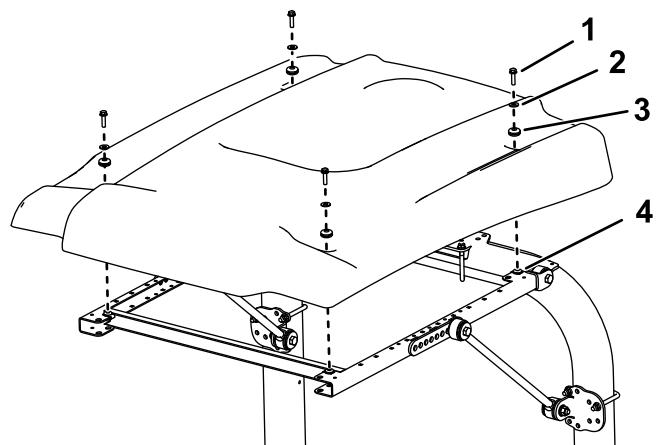

Bild 14
16. Positionieren Sie das Sonnendach beim Ausfluchten der Befestigungslöcher am Rahmen wie in Bild 14 abgebildet.
17. Befestigen Sie jede Ecke des Sonnendachs mit einer Bundkopfschraube ($5/16$ " x $1\frac{1}{4}$ "), einer kleinen Scheiben und einer Scheibe lose am Rahmen (Bild 14).